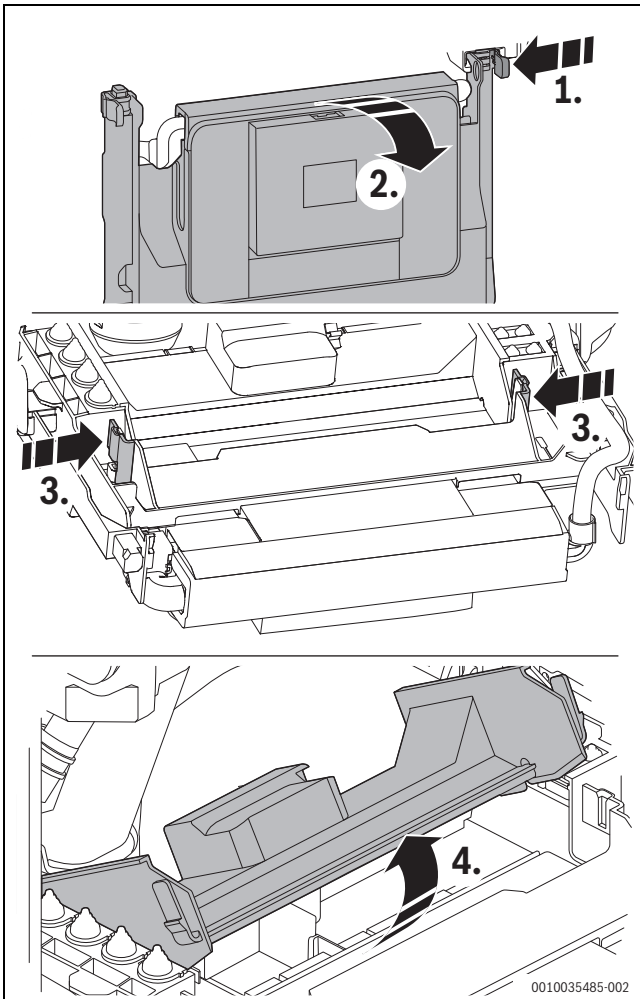

Fig. 34 Abrir el aparato de control
Conexión fuera de las áreas de protección 1 y 2 (→ fig. 34, pág. 41).
- ▶ Abatir el frontal de mandos hacia abajo (→ fig. 34).